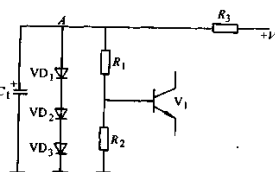

图 1-44 二极管简易稳压电路
利用二极管导通后的管压降基本不变的特性可以构成简易的稳压电路, 如图 1-44 所示。稳压电路的作用是稳定工作电压, 这里的稳压电路是用来稳定直流工作电压 (还有稳定交流电压的电路)。
(3) 关于图 1-44 所示电路故障分析主要说明下列几点: